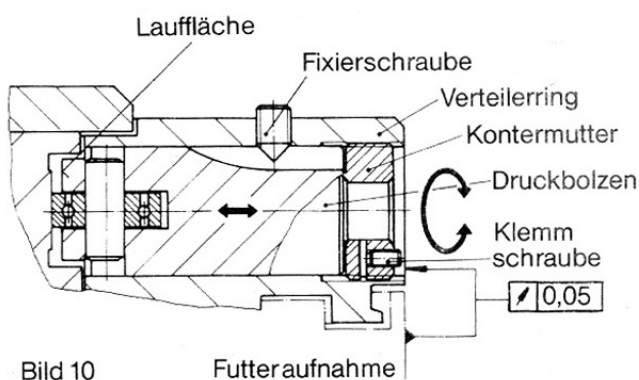

Bild 10
- 9.2 Druckbolzen für Radiallagerung einsetzen und Fixierschraube nur leicht anziehen (siehe Bild 10).